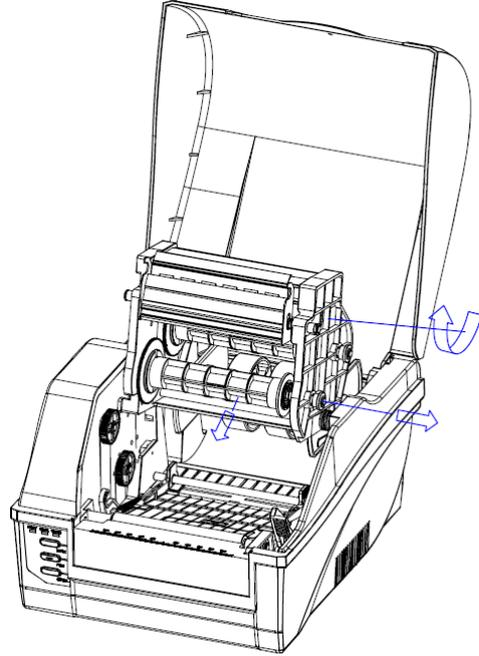

Рис.5.2.
3. Поднимите модуль печатающей головки, чтобы иметь доступ к валику риббона (Рис.5.2).